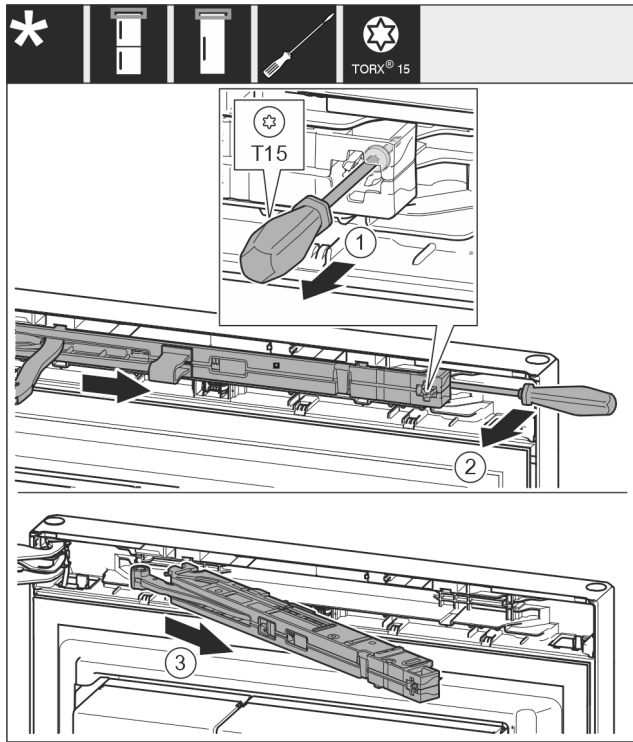

Fig. 10
- ▶ 用 T15 螺丝刀将减震器单元上的螺钉松开约 14 mm。 Fig. 10 (1)
- ▶ 将螺丝刀移向把手侧关门阻尼单元的背面并将单元向前转动。 Fig. 10 (2)
- ▶ 拉出关门阻尼单元。 Fig. 10 (3)